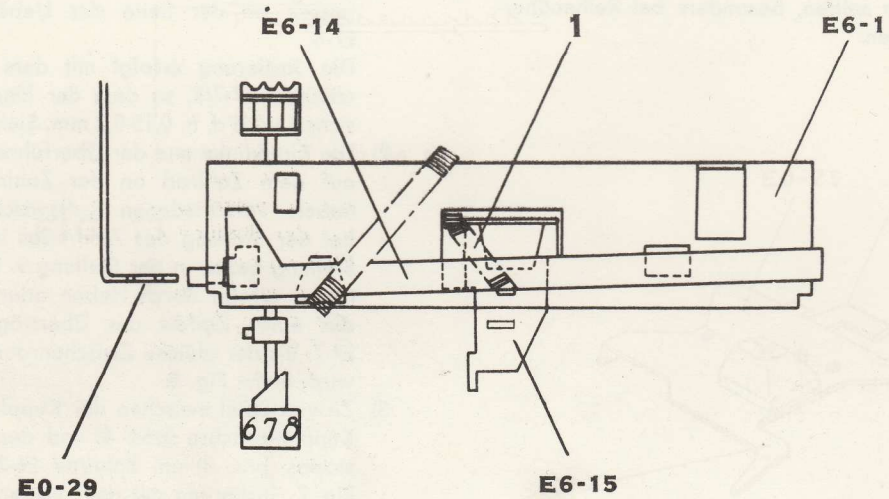

FIG. 10
- 1) Die Feder (pos. 1), die die Divisionslöschklinke E6-15 mit dem Divisionsanschlag E6-14 verbindet, ist zu schwach, so dass die Divisionslöschklinke während eines Divisionsvorganges den Divisionsanschlag auslöst, wodurch die Funktionstaste nicht verriegelt wird. Eine neue kräftigere Feder E6-27 einbauen. Siehe Fig. 10.
- 3) Der Anschlagarm E0-29 greift neben den Divisionsstopp E6-14. Der Anschlagarm wird so justiert, dass ein richtiger Eingriff gesichert wird. Siehe Fig. 10.